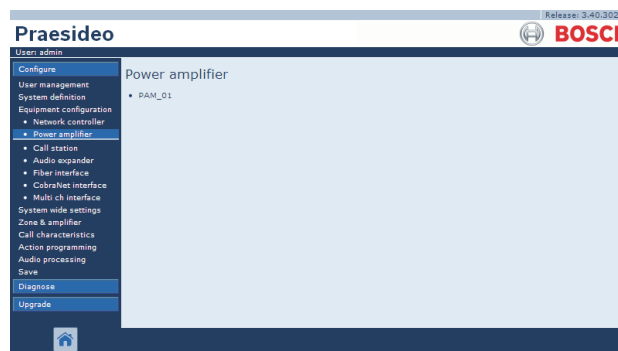

figura 44.10: Configurar um amplificador de potência, passo 1
- 1 Vá para *Configure > Equipment configuration > Power amplifier*. Aparece um ecrã semelhante ao da figura 44.10 na moldura principal da interface da Web.